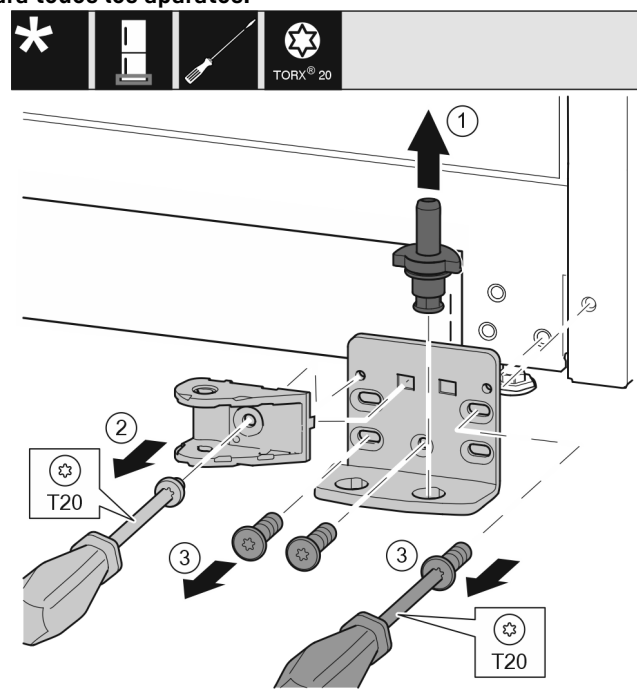

Fig. 34 *
- Extraer por completo el perno de apoyo hacia arriba. Fig. 34 (1)*
- Desenroscar el tornillo con el destornillador T20 y retirar la conexión del amortiguador de cierre. Fig. 34 (2)
- Desenroscar los tornillos con el destornillador T20 y retirar el soporte de apoyo. Fig. 34 (3)*